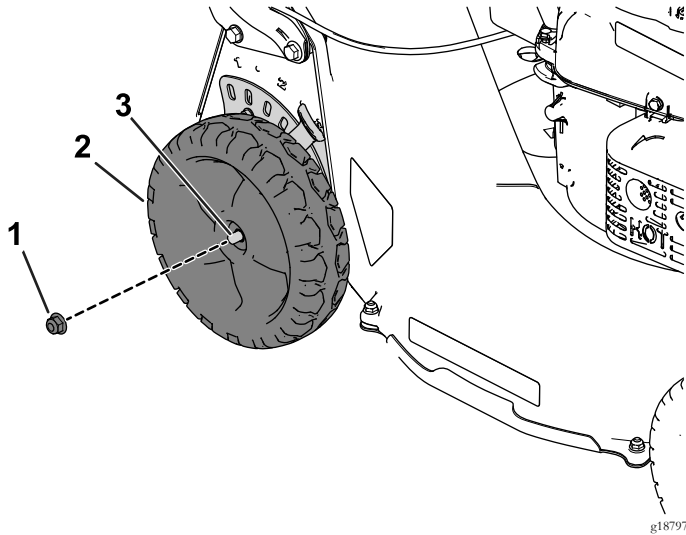

Figura 2
1. Afloje y retire la tuerca del eje; guarde la tuerca (Figura 2).
6. Utilice la tuerca que retiró anteriormente para sujetar la rueda al eje (Figura 2).